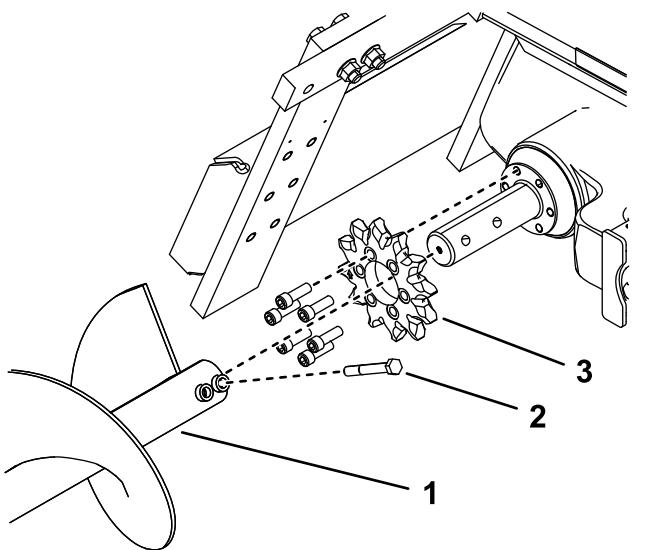

Figura 16
4. Togliete le lame della coclea (Figura 16).
9. Rimovete i sei bulloni che fissano la ruota dentata di azionamento (Figura 16).
10. Togliete la ruota conduttrice e gettatela (Figura 16).
12. Fate scorrere la nuova ruota sull'albero come illustrato nella (Figura 16).
13. Inserite saldamente i sei bulloni nella ruota (Figura 16).